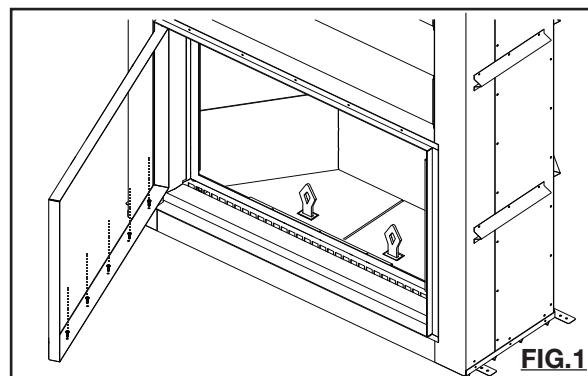

FIG.1
- Dévissez les dispositifs de retenue supérieurs et inférieurs à l'intérieur du cadre de porte. **(FIG.1)**